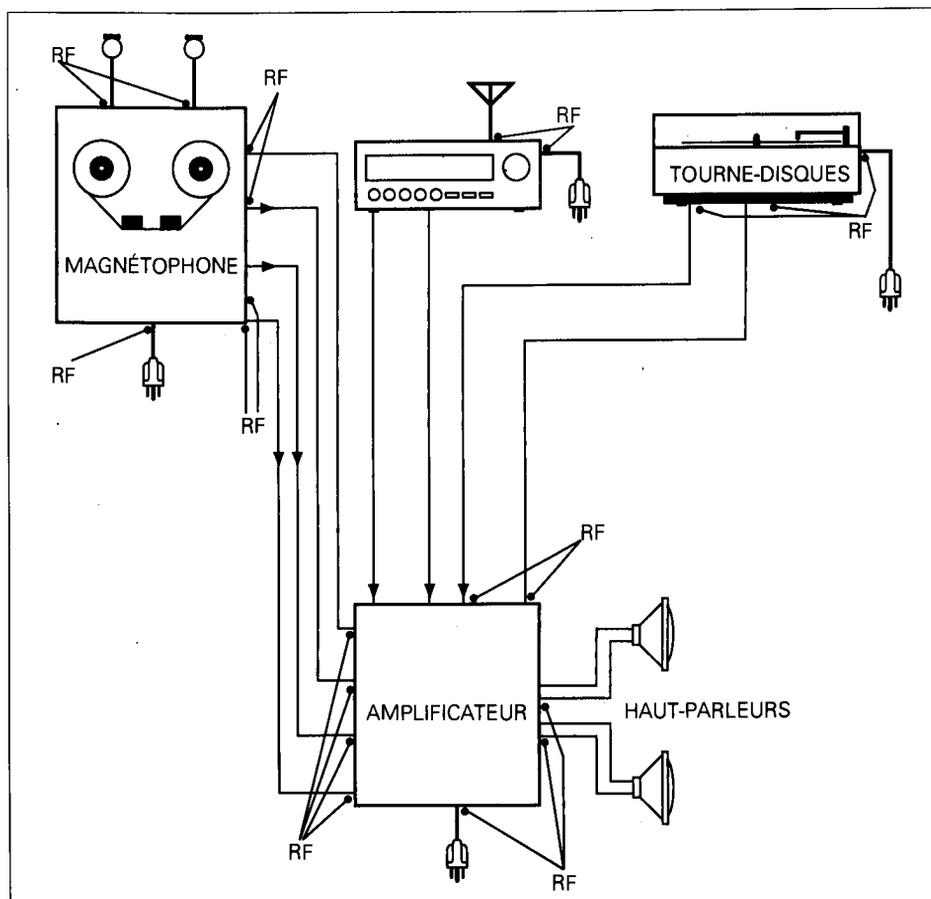

Figure 1.1 Points d'entrée potentiels du brouillage radio dans une chaîne stéréophonique
1. Débrancher tous les accessoires, par exemple, les haut-parleurs extérieurs, le tourne-disques, les câbles de chaînes stéréo et les câbles de moteurs (voir la figure 1.1). Si le brouillage disparaît, rebrancher les câbles un à un jusqu'à ce que le brouillage réapparaisse, de manière à isoler l'accessoire à l'origine du brouillage. Le découplage de cet accessoire au moyen d'un condensateur de $0,001 \mu\text{F}$ monté aux bornes de l'appareil, ou entre celui-ci et la masse, supprimera généralement le brouillage. Les fils du condensateur doivent être aussi courts que possible et sa tension nominale doit être d'au moins 1 kV.